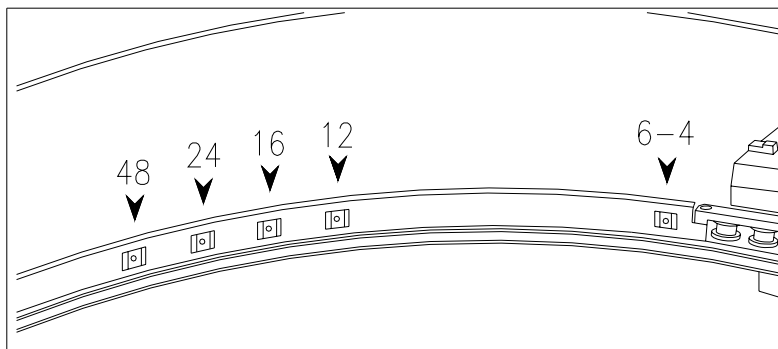

FIG. 14
8.7 REGULACIÓN DE LA TENSIÓN DE LA CORREA FIG. 14